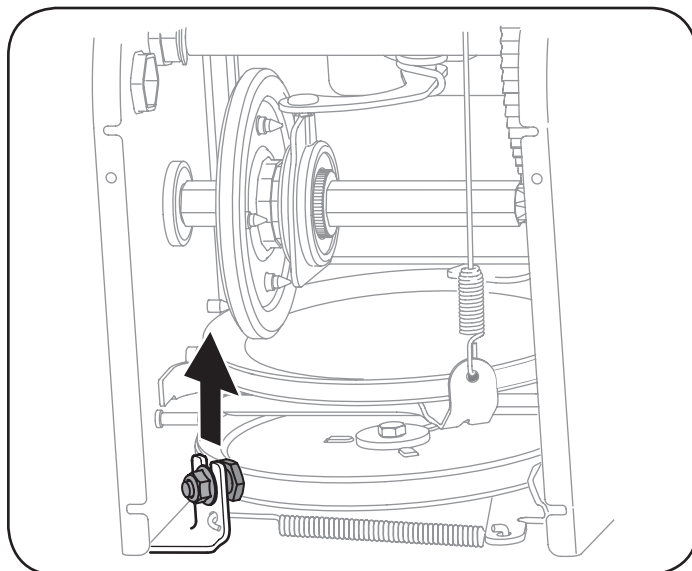
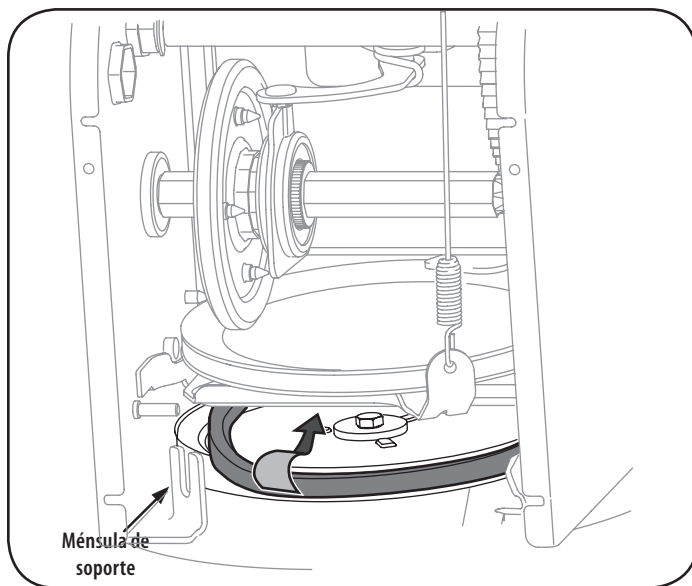

Figura 27
Figura 28
6. Afloje y retire el tornillo con reborde que actúa como guarda de la correa. Vea la Figura 27.
7. Retire la correa de alrededor de la polea de la barrena y deslice la misma entre la ménsula de soporte y la polea de la barrena. Vea la Figura 28.
NOTA: NO olvide volver a instalar el tornillo con reborde y volver a conectar el resorte al marco tras instalar una correa de la barrena de repuesto. Vea la Figura 27 y la Figura 28.